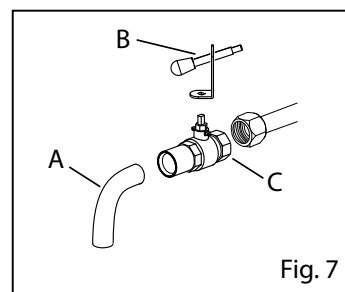

Fig. 7
- Smontare il tubo di scarico (Fig. 7/A)
- Svitare il sistema di scarico olio (Fig. 7/B)
- Svitare il rubinetto (Fig. 7/C)